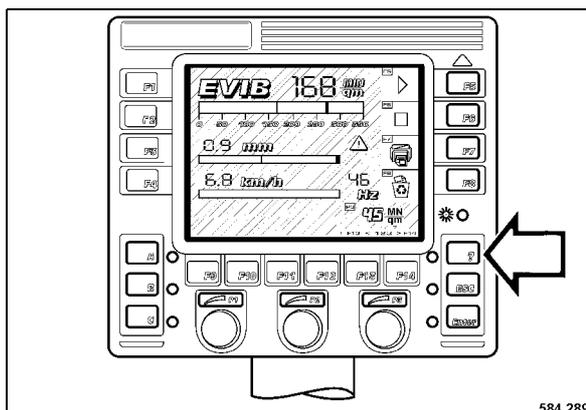

Рис. 201
- Нажать кнопку с "?" (меню) (Рис. 201).